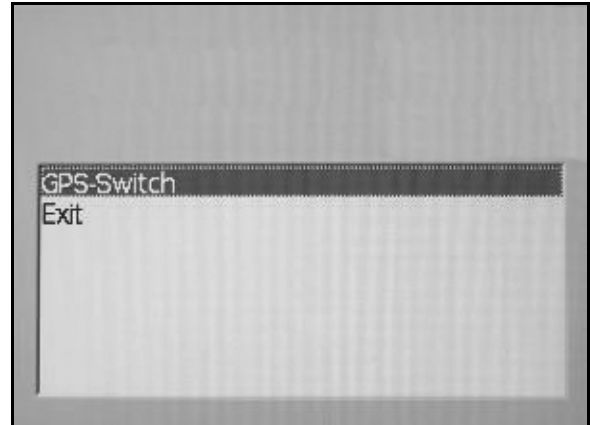

Рис. 78
- На дисплее появляется следующая индикация (Рис. 78).